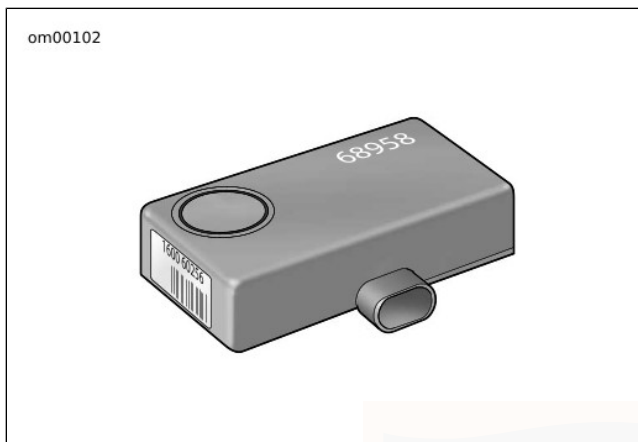

Figure 21. Smart Siren (en option)
- Voir Figure 21. Actionner la sirène optionnelle.